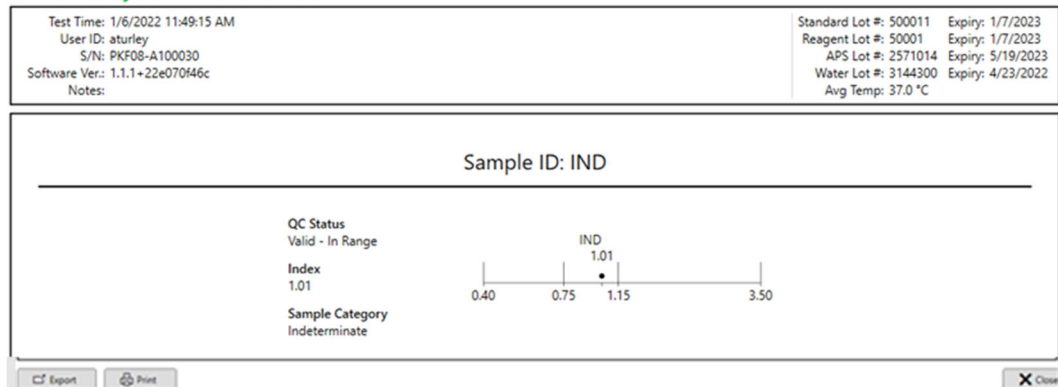

Figure 15. Écran de résultat du test de BG Analytics®
2. BGA générera immédiatement un rapport du test terminé en tant qu'**Écran de résultat du test de BG Analytics®** (comme indiqué à la Figure 15).